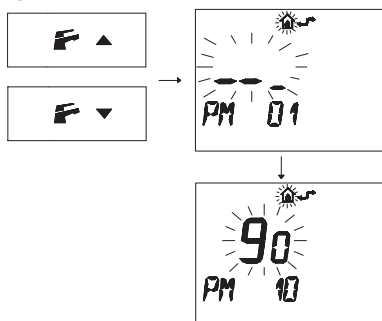

Figura 5.64
- Premere i pulsanti **F**▲ o **F**▼ per visualizzare la programmazione "**PM10**" selezione della frequenza di accensione (Figura 5.64).
Nella Figura 5.64 si visualizza un SET programmato di **90** corrispondente ad un tempo di riaccensione di 3 minuti circa. Il campo di regolazioni è da 0 a 8 minuti e mezzo.